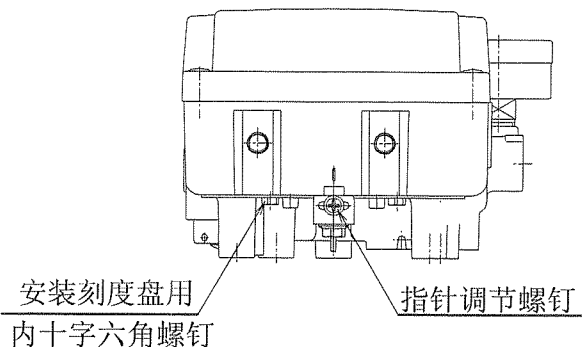

图 26 指针位置调整
- (2) 使执行器在中间开度(定位器的输入信号为 50%)时停止，调节刻度盘的指针使与 50%值相吻合(参考图 26)。若通过指针调节无法与刻度盘的 50%值一致时，应关闭气源，再次进行拨叉连接组件和凸轮的位置调整，并校对零点。